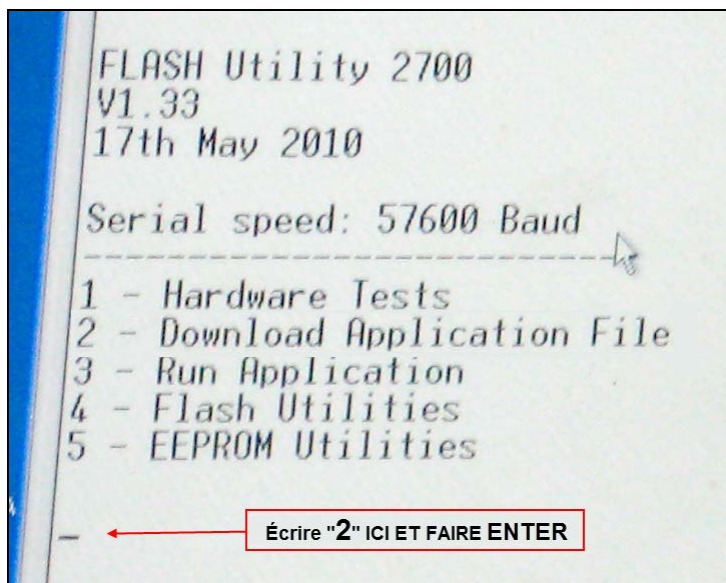

Fig.20
5. À l'écran de l'HyperTerminal, entrer « 2 » au clavier (Download Application File) et appuyer sur ENTER, Cette opération effacera la version 1.05 de la mémoire du module CANtrak (Fig.20).